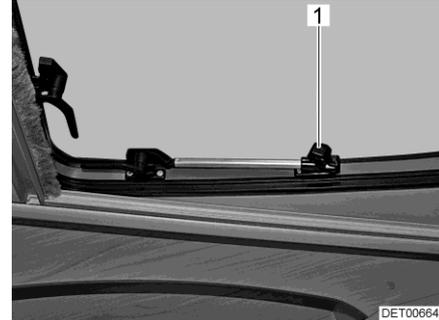

Fig. 44 Tragaluz con soportes giratorios, abierta
- Abrir el tragaluz hasta la posición deseada y fijarlo con el botón moleteado (Fig. 44,1).
- Girar el botón moleteado (Fig. 44,1) hasta que se libere el bloqueo.